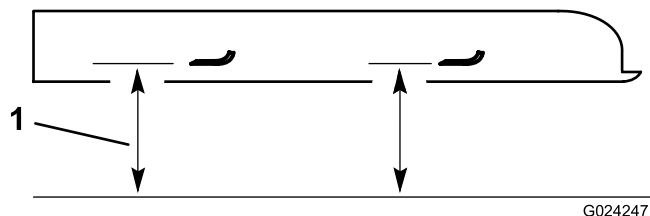

Figura 54
4. Mida desde una superficie nivelada hasta el filo de corte, posición A, de las cuchillas (Figura 54).